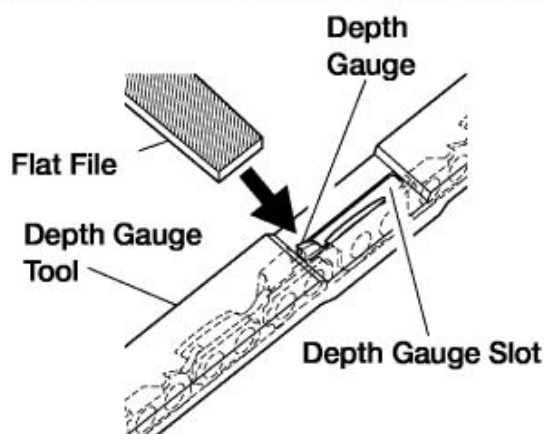

Figura.14
1. Posizionare l'attrezzo per il calibro (.025") saldamente attraverso i due denti. Controllare che il calibro entri dentro la fessura nell'attrezzo del calibro (vedere Figura 14).